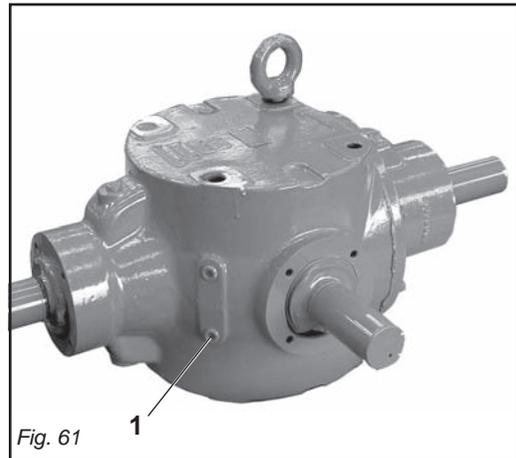

Fig. 61
- Per verificare il livello olio nella scatola centrale del riduttore (1 Fig. 65) svitare il tappo inferiore (1 Fig. 61) e controllare che il livello sia a filo del bordo inferiore del foro del tappo. Eventualmente rabboccare.
- To check the oil level in the central housing of the final drive (1 Fig. 65), unscrew the lower plug (1 Fig. 61) and make sure that the level reaches the lower edge of the plug hole. Top up if necessary.
- Pour vérifier le niveau de l'huile dans le boîtier central du réducteur (1 Fig. 65), dévisser le bouchon inférieur (1 Fig. 61) et contrôler que le niveau est au raz du bord inférieur de l'orifice du bouchon. Si nécessaire faire un rajout.
- Um den Ölstand im zentralen Getriebegehäuse (1 Abb. 65) zu prüfen, den unteren Stopfen (1 Abb. 61) abdrehen und sicherstellen, dass das Öl bis zur unteren Kante der Stopfenöffnung steht. Eventuell Öl nachfüllen.
- Para controlar el nivel aceite en la caja central del reductor (1 Fig. 65) desenroscar el tapón inferior (1 Fig. 61) y controlar que el nivel llegue al borde inferior del agujero del tapón. Si es necesario abastecer.